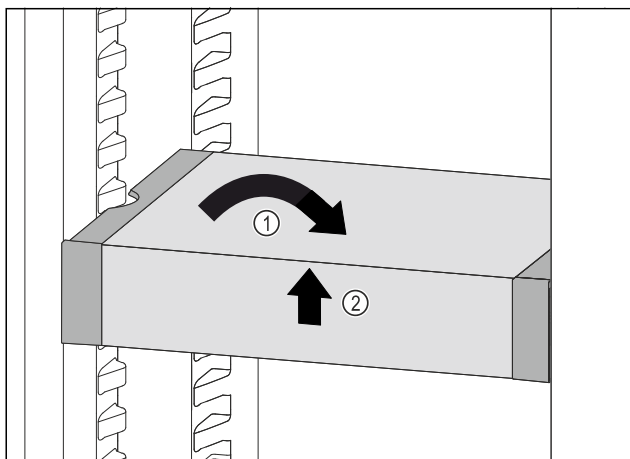

Fig. 124
- VarioSafe gerade stellen. Fig. 124 (1)
- VarioSafe vorne anheben. Fig. 124 (2)